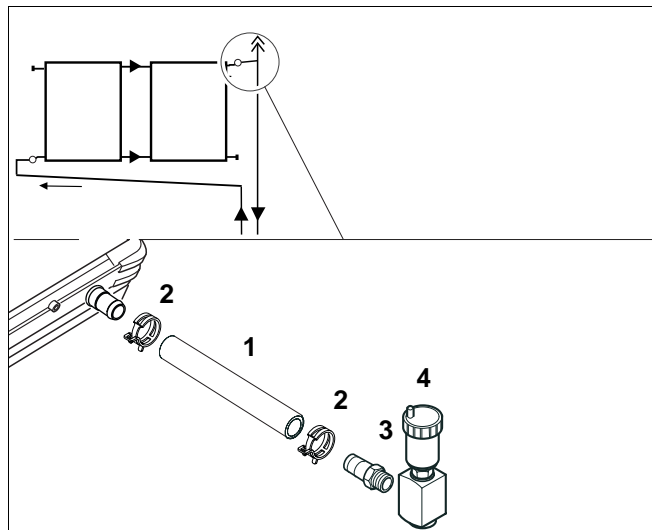

Abb. 17 Anschluss der Kollektoren (Entlüfter)
- Den langen Solarschlauch (Abb. 17, Pos. 1) der Vorlaufleitung am oberen Anschluss des hydraulisch letzten Kollektors mit der Federbandschelle (Pos. 2) befestigen.
- Durch mitgelieferte Schlauchtülle (Abb. 17, Pos. 3) auf Rohrleitung (Rücklauf) bzw. Entlüfter (Vorlauf, Pos. 4) übergehen.